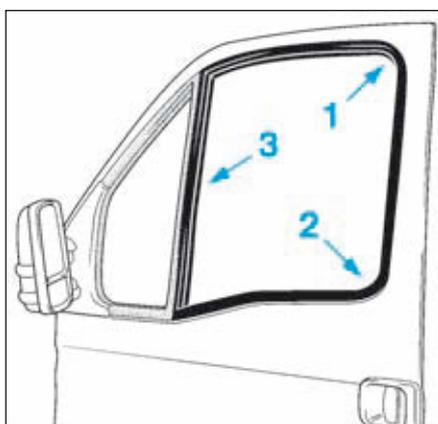

FIG.97
- le joint d'encadrement aux angles (1) et (2) (Fig.97).
- la partie (3) du joint.